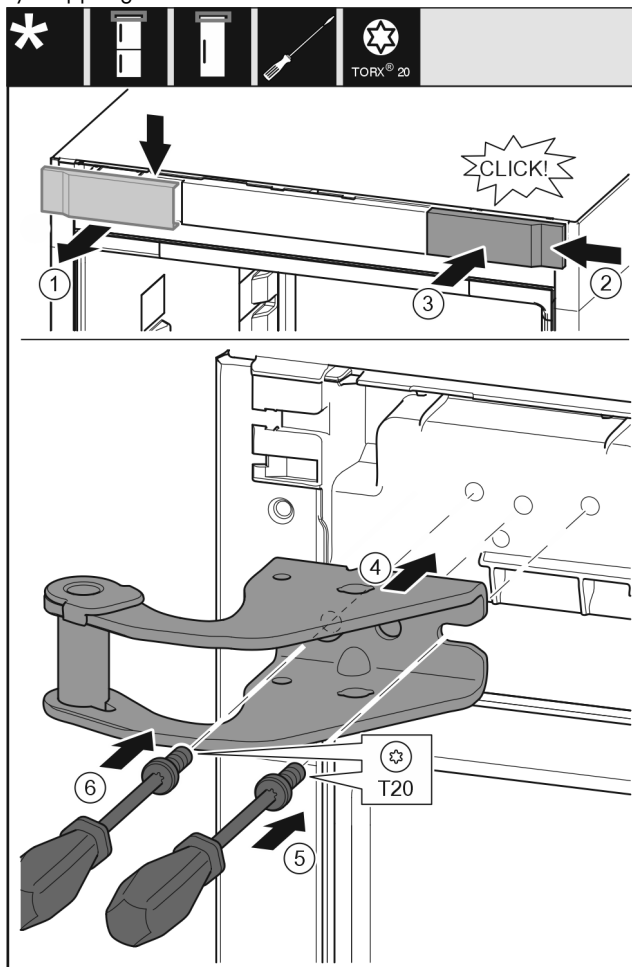

Fig. 11
- ▶ Ta av skyddet genom att dra det uppåt och framåt. *Fig. 11 (1)*
- ▶ Vrid skyddet 180° och haka i det på andra sidan från höger. *Fig. 11 (2)*
- ▶ Tryck fast skyddet. *Fig. 11 (3)*
- ▶ Sätt på den övre lagerbocken. *Fig. 11 (4)*
- ▶ Sätt i och dra åt skruven med skruvmejsel T20. *Fig. 11 (5)*
- ▶ Sätt i och dra åt skruven med skruvmejsel T20. *Fig. 11 (6)*